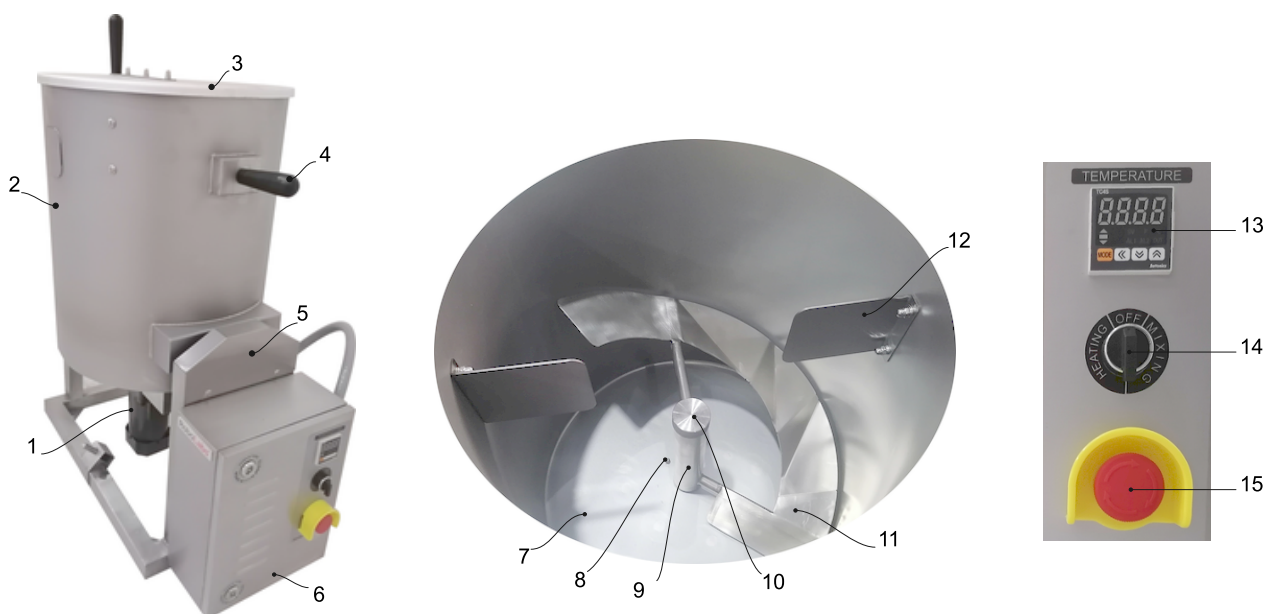

Рисунок 1
Изделие состоит из следующих основных компонентов (см. Рис. 1):
5. Установите мешалку (4) на вал (2), убедитесь, предварительно проверив наличие втулки фторопластовой (1) внутри мешалки, после чего зафиксируйте мешалку гайкой фиксации мешалки (3). **ВНИМАНИЕ!** Гайка имеет левую резьбу.
6. Установите два отражателя (Рис. 1, поз. 12) с внутренней стороны котла, закрепив их с помощью винтов М6, шайб пружинных и гайками колпачковыми из комплекта поставки.